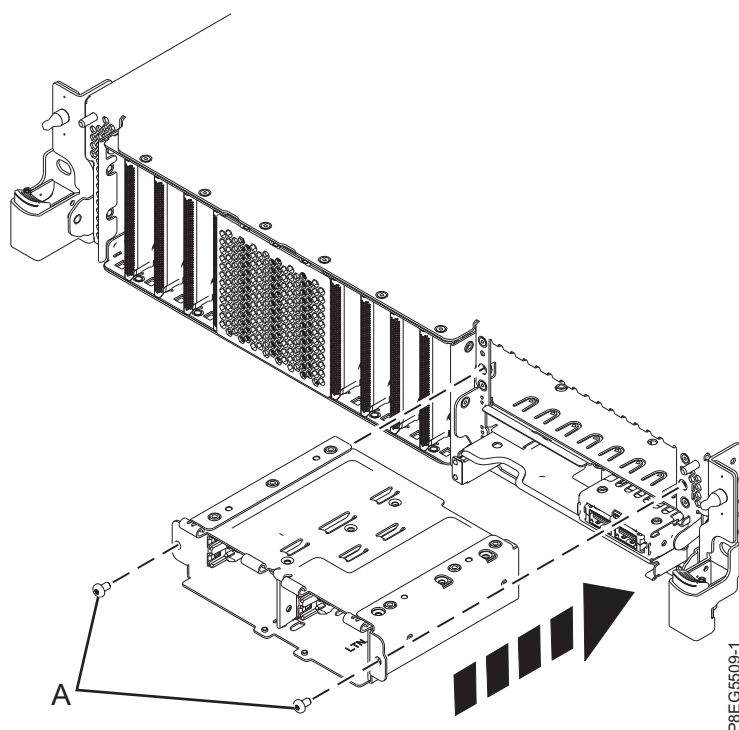

図 23. SSD ケージを再取り付けする
4. SSD ケージをスライドさせて所定の位置に戻します。ねじ (A) を取り付けて締めます。図 23を参照してください。